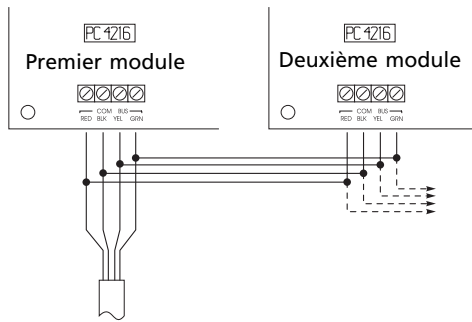

Figure 5, Connection de plus d'un PC4216 au Combis
5. Reliez les fils de connexion de chaque module aux bornes correspondantes du Combust. Notez que tous les modules du PC4216 installés dans l'annonceur peuvent être connectés au Combust. Voir la figure 5 ci-dessous.